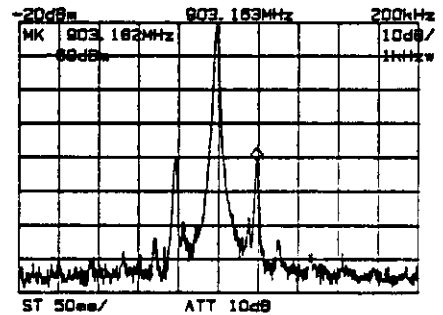

図 4-9 変調周波数が高く
手順④ マーカを搬送波のピークに合わせ、その周波数をメモしておきます (図 4-9)。
〔図 4-9〕の例では $f_m = 20 \text{ kHz}$, $m = 2 \%$ となります。